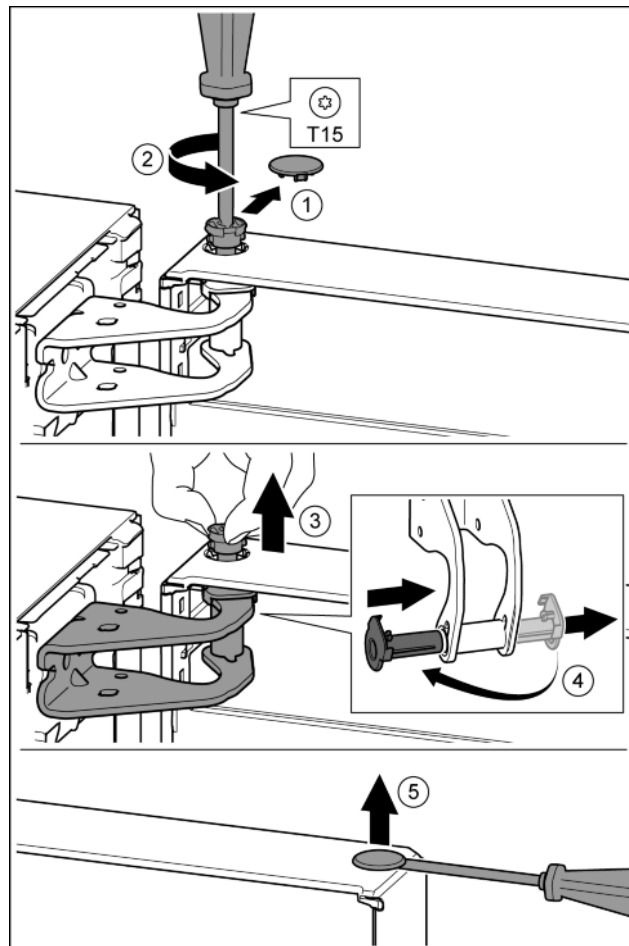

Fig. 9
- Uzmanīgi noņemiet aizturu pārsegu. Fig. 9 (1)
- Ar skrūvgriezi T15 mazliet izskrūvējiet tapu. Fig. 9 (2)
- Noturiet durvis un izskrūvējiet tapu ar pirkstiem. Fig. 9 (3)
- Izvelciet gultņa ieliktni no vadīklas. Ievietojiet un nofiksējiet no otras puses. Fig. 9 (4)
- Uzmanīgi ar plakano skrūvgriezi paceliet un izvelciet ārā aizbāzni no durvju gultņa ieliktna. Fig. 9 (5)